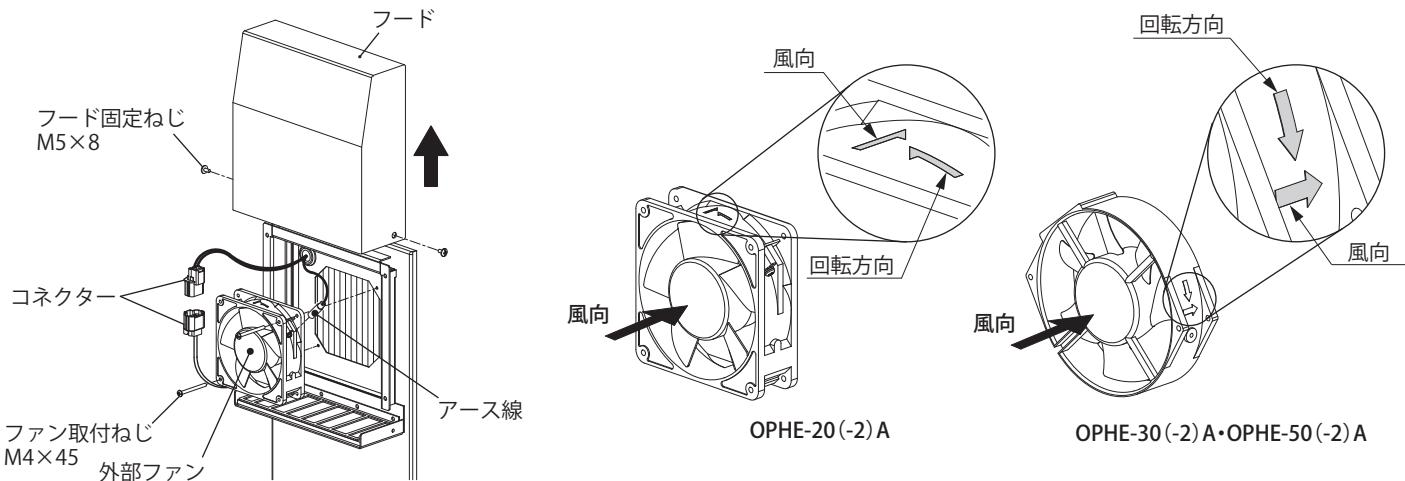

図 13
- ・ファンに刻印された風向の矢印が本製品の内側に向くように取り付けてください。(図 13)